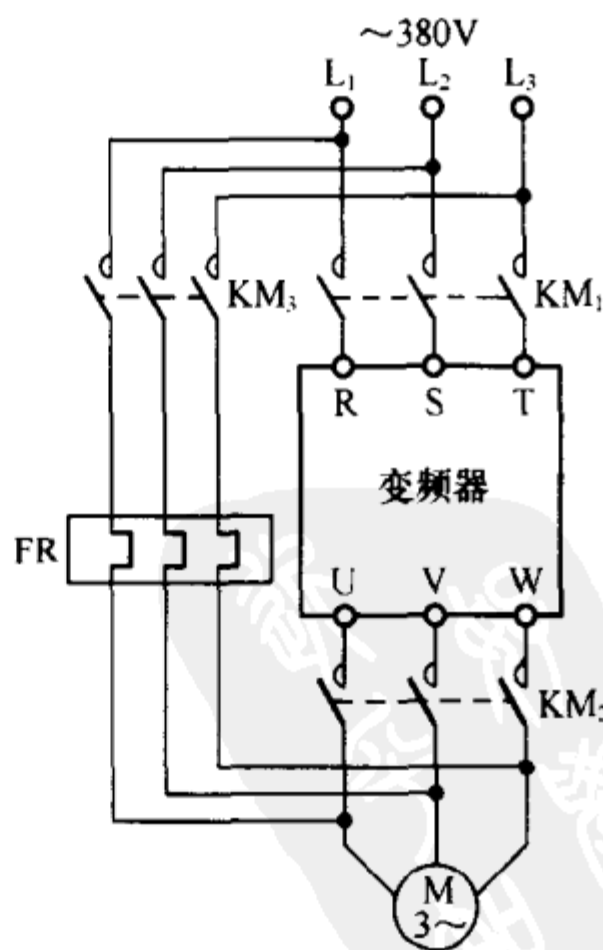

图 10 工频电源和变频器交替供电的主电路
(1) 工频电源和变频器交替供电的场合，接线如图 10 所示。接线时要注意两点：其一是两者供电的相序要一致，以确保电动机转向不变；其二是接触器 KM_2 和 KM_3 要互锁。
(2) 一台变频器控制多台电动机的场合。
(3) 变频器输出侧 U、V、W 端禁止与电网连接，否则会造成电网能量倒灌入变频器内而
③ 工频电源和变频器交替供电时的过载保护。当电动机在工频电源下运行时，需由外加热继电器进行过载保护，其保护热继电器接线参见图 10。
(3) 当普通热继电器用于变频调速电路时，由于变频器的输出电流中含有大量谐波电流，可能引起热继电器误动作，故一般应将热继电器的动作电流调大 10% 左右。
(4) 当变频器与电动机之间的连线过长时，由于高次谐波的作用，热继电器可能误动作。这时需在变频器和电动机之间串接交流电抗器抑制谐波或用电流传感器代替热继电器。